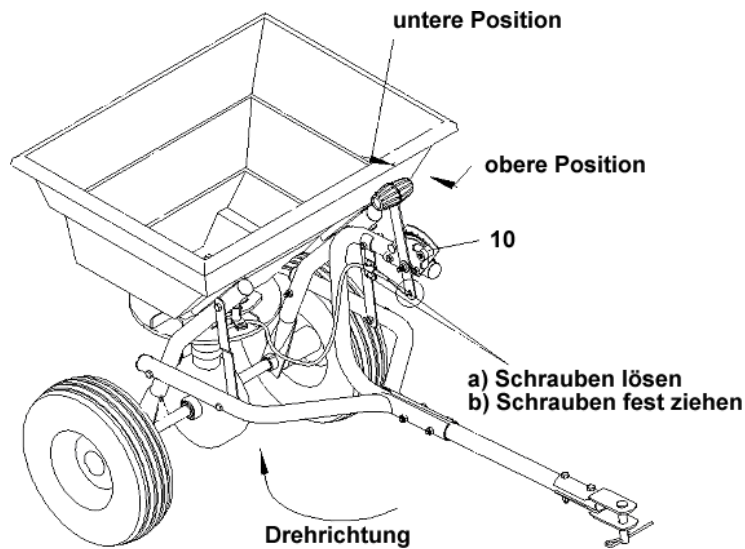

Abbildung 7
- Hängen Sie den Drahtzug (44) in die Bohrung der Einstellplatte (17) ein.
- Lösen Sie die Flügelmutter (10) an der Bedieneinheit und schieben diese nach vorne, bis die Flügelmutter am Bedienhebel anliegt.
- Ziehen Sie die Flügelmutter (10) fest an.
- Ziehen Sie Schrauben an der Halterung fest (siehe Abbildung 7).
- Setzen Sie das Sieb (8) in den Behälter (11) ein.
- Vergewissern Sie sich, dass sich das Flügelrad (19) in die richtige Richtung bewegt, wenn Sie den Streuhandwagen nach vorne ziehen (siehe Abbildung 7).